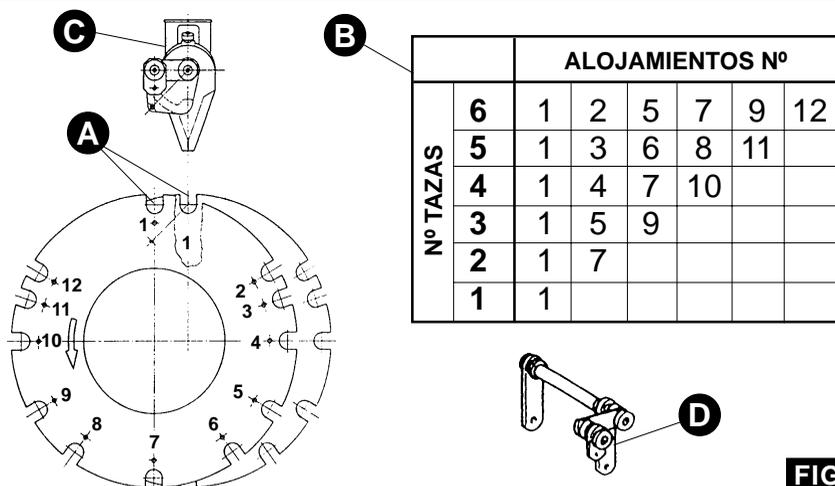

FIG. 18
- mediante los tres tornillos de fijación (fig. 17.C), quitar o aplicar las tazas (fig. 17.D) y colocarlas en los respectivos alojamientos del distribuidor (fig. 18.A).
Disponerlas según la tabla (fig. 18.B).
La taza fijada en el número 1 no se debe quitar (fig. 18.C).
Atención: para utilizar el distribuidor con solo una o dos tazas aplicadas, es imprescindible montar en el mismo dos ejes separadores de puesta en fase (fig. 18.D) a los fines de que el grupo funcione correctamente.